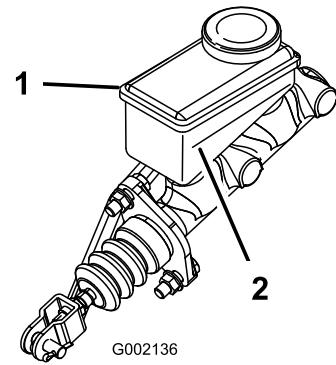

Figura 44
3. Mire el lateral del depósito. El nivel debe estar por encima de la línea Mínimo (Figura 44). Si el nivel de líquido es bajo, limpie la zona alrededor del tapón, retire el tapón y llene el depósito hasta que el nivel esté por encima de la línea Mínimo. No llene demasiado.